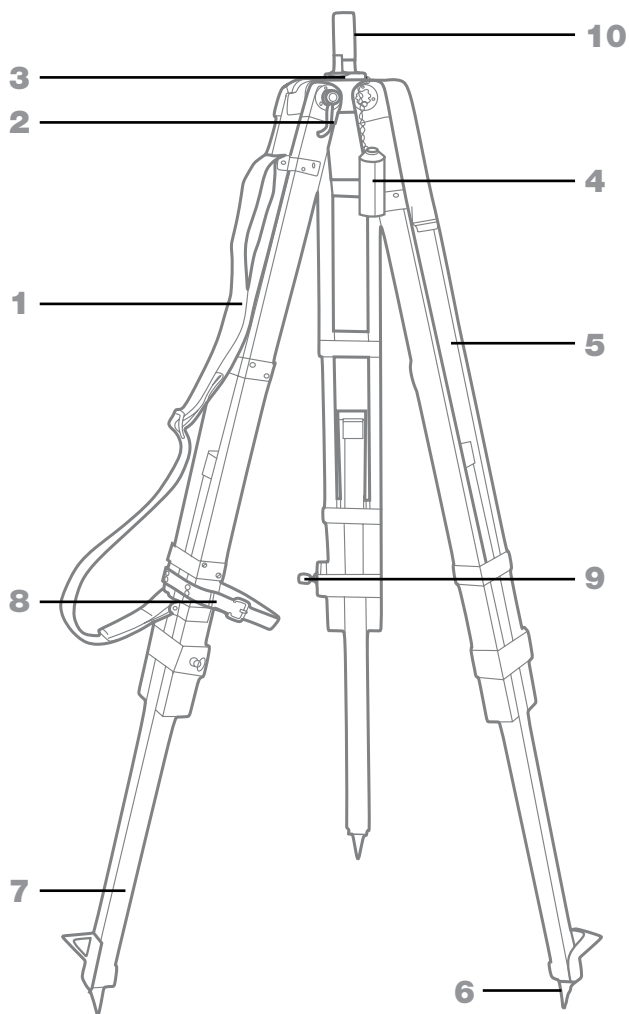

Рисунок 3
При работе прибор устанавливается на треногу. Основными частями треноги являются: головка 3 (рисунок 3), штырь и три раздвижные ножки 5.
- установить треногу устойчиво на грунте, закрепить ножки треноги, завернув до отказа винты 9 и педали 2 (рисунок 3). Снять со штыря треноги предохранительный колпачок 4. Вынуть из укладочного ящика прибор и при освобожденном зажимном винте втулки основания лимба установить его на треноге так, чтобы в одну из прорезей основания лимба вошла шпонка, повернутая к штырю треноги, после чего закрепить зажимным винтом;